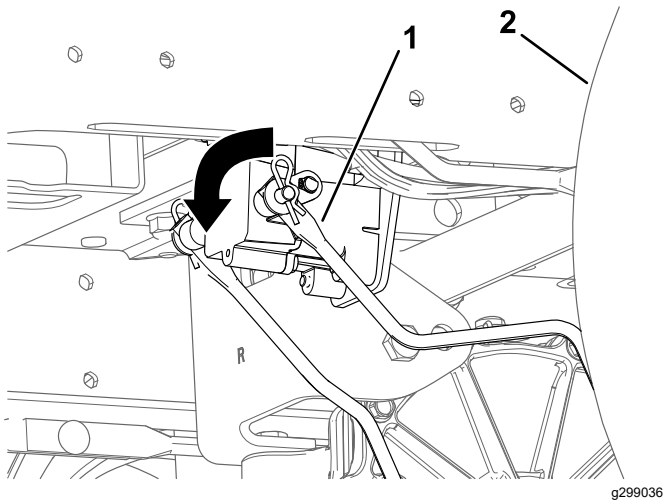

Figure 44
2. Localisez l'arbre sur le frein électrique au point de connexion des bras de liaison (Figure 44).